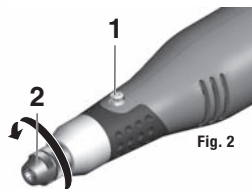

Fig. 2
5.1 Einsetzen der Einsatzwerkzeuge (Fig. 2)